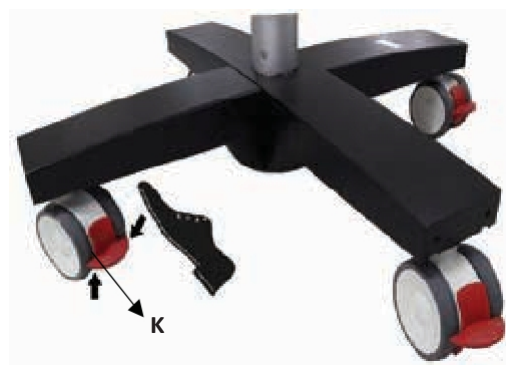

Fig. 18
Bloquea el soporte para evitar movimientos indeseados presionando hacia abajo los cuatro frenos (K) situados en las ruedas giratorias y levántalos para liberarlos, tal y como se muestra en la fig. 18.